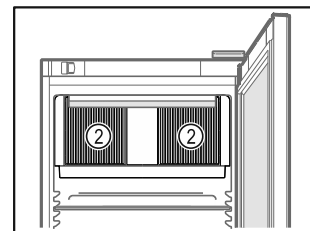

Fig. 48
- ❑ Не закрывайте вентиляционную щель Fig. 48 (2) вентилятора циркуляционного воздуха во внутренней камере.